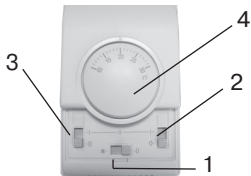

Рис. 2. Пульт управления.
4.2. Завеса состоит из корпуса 1 (см. рис. 1), изготовленного из листовой стали, покрытой высококачественным полимерным покрытием. Внутри корпуса расположены диаметрально вентиляторы и игольчатые электронагреватели («ститч-элементы»). Вентиляторы всасывают воздух через переднюю перфорированную стенку корпуса 2, поток воздуха, проходя через электронагреватели, нагревается и выбрасывается через решетку 3 в виде узкой направленной струи. Управление завесой осуществляется с выносного пульта управления (см. рис. 2).
4.3. Электрические схемы завес приведены на рис.2, 3 Приложения.
5.4. Подключение к электросети осуществляется через автоматический выключатель в соответствии с «Правилами эксплуатации электроустановок». Для этого необходимо снять крышку на верхней стенке корпуса, завести силовой кабель и подключить его к клеммной колодке в соответствии с рис. 4, 5 Приложения (см. также электрические схемы рис. 2, 3 Приложения). Система управления имеет внутреннюю заводскую коммутацию. Автоматический выключатель и сечение подводимого кабеля должны соответствовать табл. 3.
5.6. Выносной пульт управления подключен на заводе-изготовителе (электрическую схему пульта управления см. на рис.2, 3 Приложения).
6.1. Перед включением завесы переключатели пульта управления должны находиться в положении 0 (см. рис. 2).